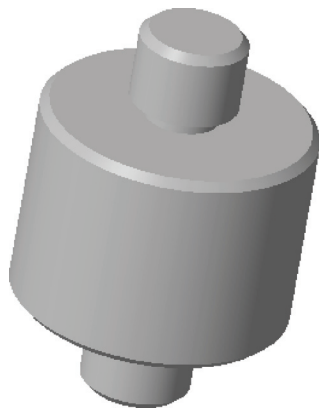

图 15-28 创建边倒角特征
STEP 08 单击“完成”按钮, 完成边倒角特征的创建，如图 15-28 所示。